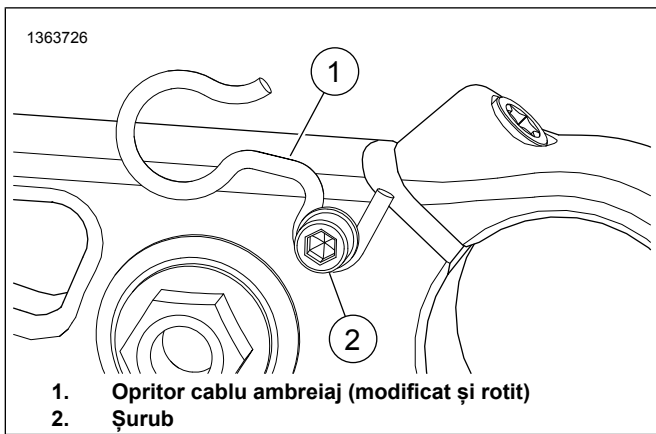

Figura 4. Opritor cablu ambreiaj modificat
1. Figura 4 Slăbiți șurubul (2).
2. Îndepărtați dispozitivul opritor al cablului de ambreiaj OE (1).